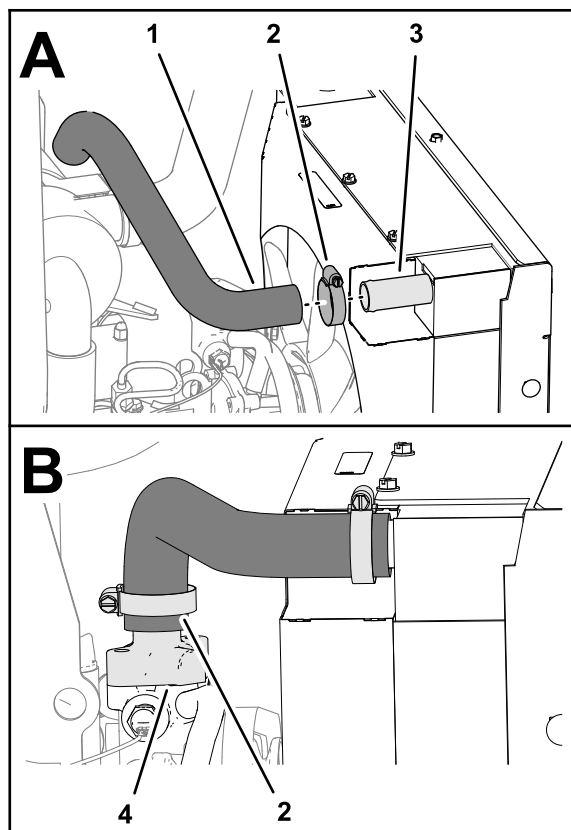

Рисунок 44
2. Наденьте другой конец верхнего шланга радиатора на корпус термостата двигателя (**Рисунок 44**), закрепив его другим шланговым хомутом, снятым при выполнении действий, описанных в разделе **5 Снятие шлангов радиатора (страница 7)**.
1. Наденьте, не затягивая, верхний шланг радиатора на впускной патрубок радиатора (**Рисунок 44**), закрепив его шланговым хомутом, снятым при выполнении действий, описанных в разделе **5 Снятие шлангов радиатора (страница 7)**.